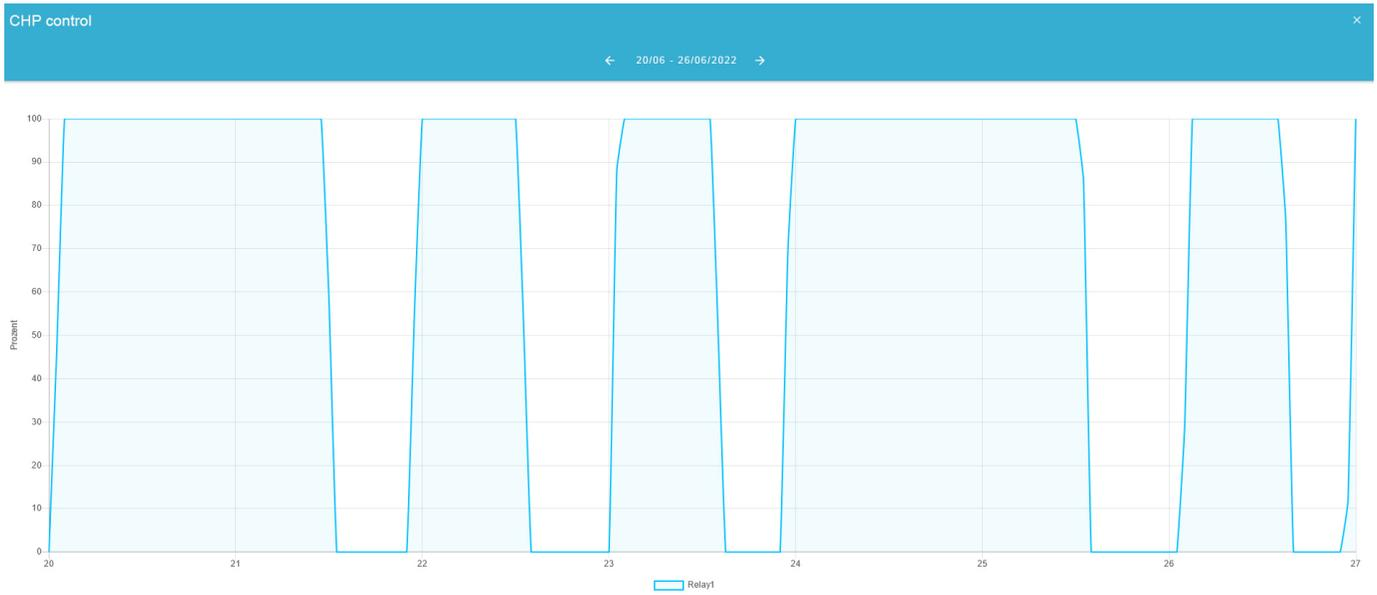

Figure 21. Widget — Historische Ansicht 2
- Figure 21. Widget — Historische Ansicht 2